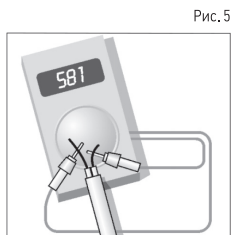

Рис. 5
3. Перед укладкой нагревательного мата следует измерить его омическое сопротивление (проверка работоспособности кабеля, см. рис. 5);